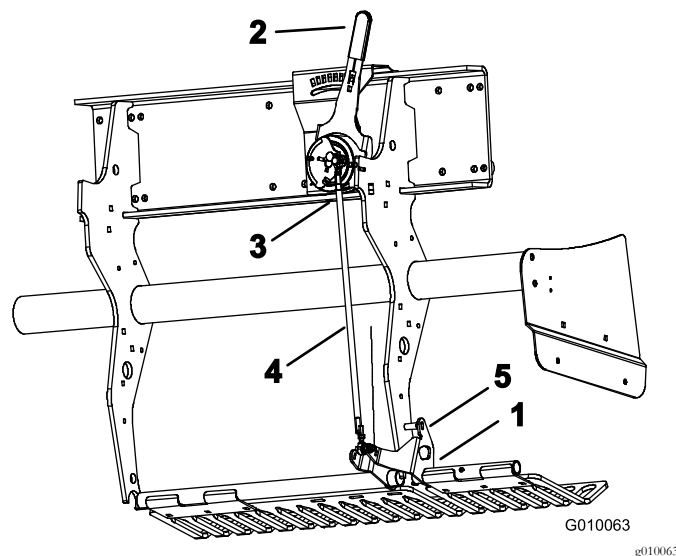

Figura 58
- Rode o suporte de montagem do protetor de relva esquerdo (Figura 58) até dar para inserir um pino de bloqueio (barra ou parafuso de 5/16) entre o suporte e o tubo de configuração da profundidade soldado à estrutura.
- Mova a alavanca de profundidade dos dentes (Figura 58) para a configuração H (a mais profunda).
- Desligue o dispositivo esférico exterior (Figura 58) da cablagem (interruptor de cabeça para baixo).
- Desaperte as porcas de bloqueio (esquerdo e direito) da barra de ajuste da profundidade (Figura 58).